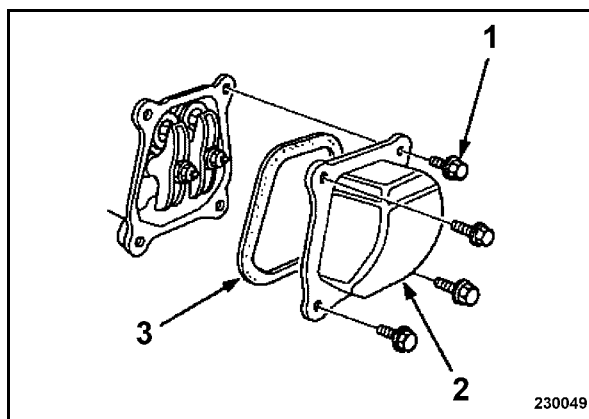

рис. 56
- Открутить винты (1) и снять крышку клапана (2) (рис. 56) с уплотнением (3).